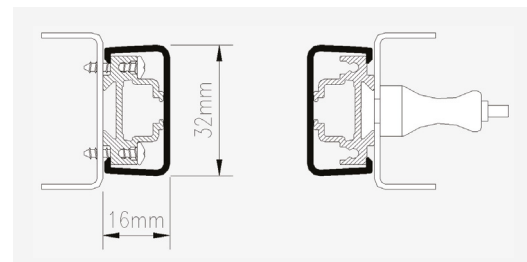

Figura 3: E32 en el extremo principal/poste de cierre de la puerta con tornillos autorroscantes a la izquierda y pernos a la derecha
1. Instalar los detectores en el borde de la puerta usando los tornillos autorroscantes o los pernos suministrados (Figura 3)